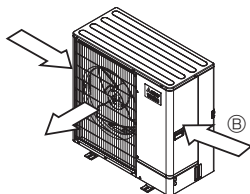

Fig. 2-4
- ③ Ако е възможно, поставете тялото така, че изходът за въздух да духа перпендикулярно на посоката на сезонния вятър. (Fig. 2-4)